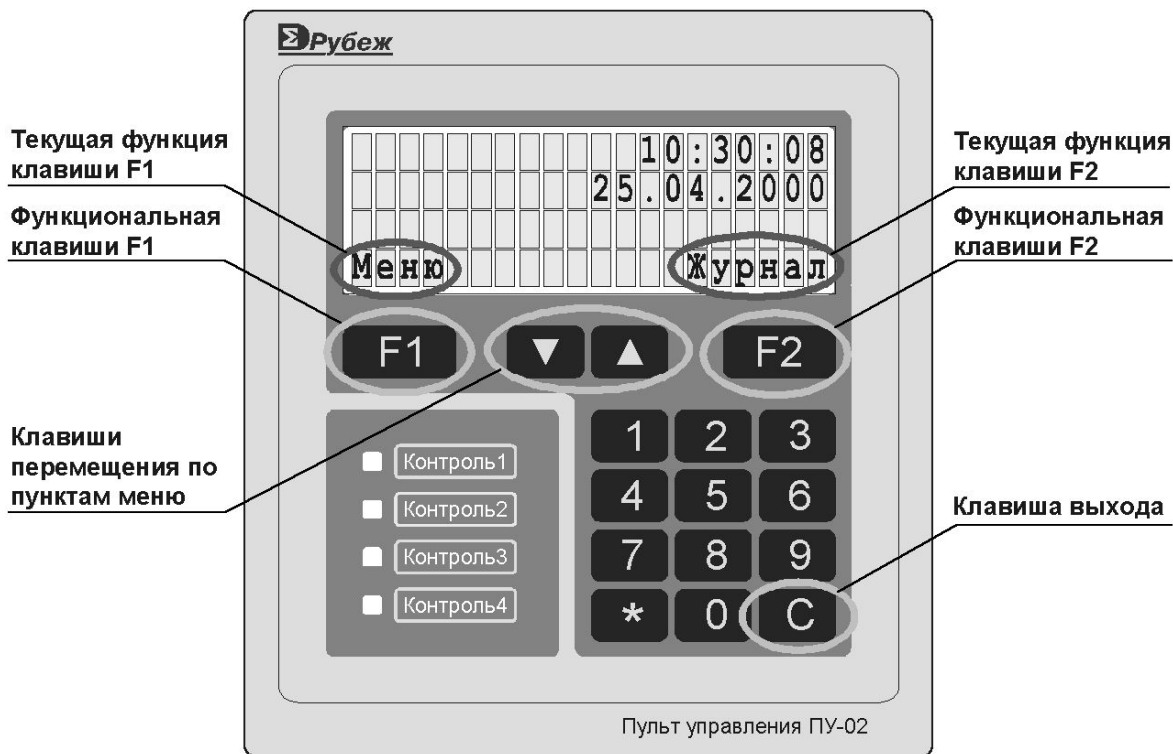
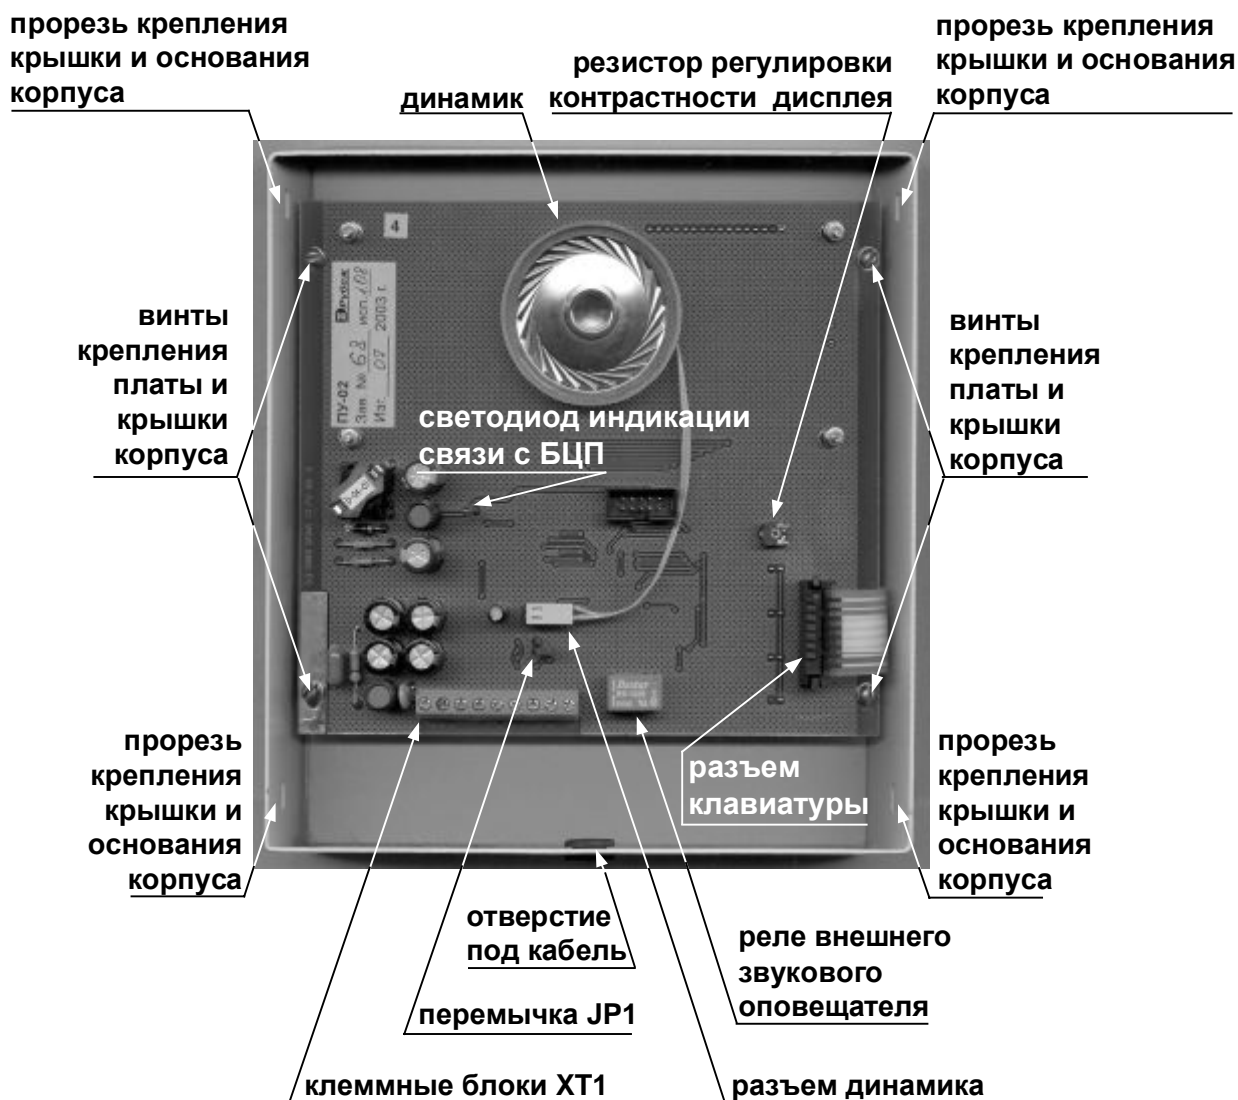
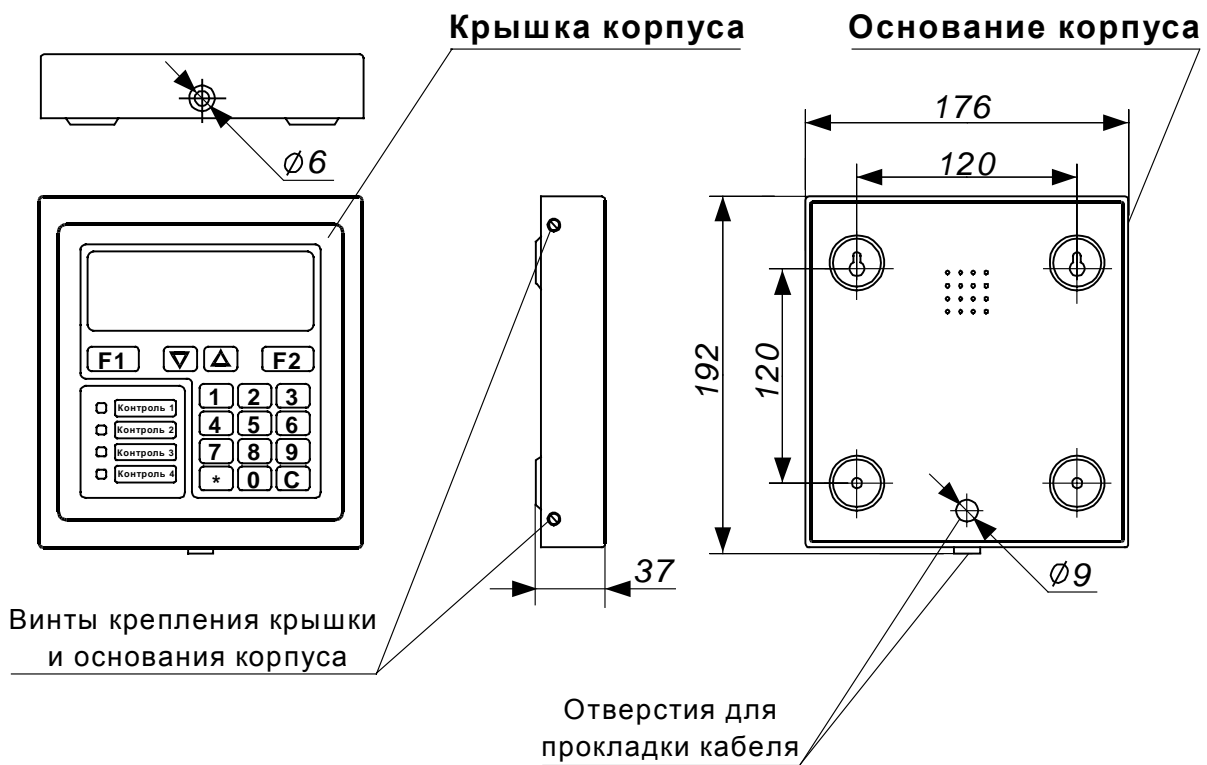

Рис. 1 Внешний вид ПУ
Рис. 3 Крышка корпуса ПУ (вид сзади)
Рис. 4 Габаритные и присоединительные размеры (накладное исполнение)
В составе прибора ПУ (Рис. 1) используется в качестве сетевого устройства и подключается по линии связи к БЦП по интерфейсу RS-485. Если ПУ является последним устройством в линии RS-485 – необходимо установить перемычку JP1 соответствующего резистора (120 Ом).
- клавиша **F1** служит для выбора текущей функции (см. Рис. 1);
- клавиша **F2** служит для выбора текущей функции (см. Рис. 1);
ПУ конструктивно выполнен в металлическом разъемном корпусе (Рис. 1, Рис. 3, Рис. 4) и состоит из крышки (Рис. 3) и основания корпуса (Рис. 4). Корпус ПУ обеспечивает степень защиты оболочки IP20. На боковых сторонах крышки корпуса расположены прорези для винтов крепления крышки и основания корпуса. На нижней стороне крышки и основания корпуса предусмотрены отверстия для прокладки кабеля. Есть
Плата скреплена с крышкой корпуса – 4-мя винтами (см. Рис. 3).
Для закрепления ПУ на вертикальной поверхности в основании корпуса предусмотрены отверстия крепления (Рис. 4).
Габаритные и присоединительные размеры ПУ показаны на Рис. 4.
Элементы ПУ врезного варианта исполнения расположены аналогично накладному (см. Рис. 3). Однако в отличие от ПУ накладного варианта исполнения во врезном на плате отсутствует резистор регулировки контрастности дисплея.